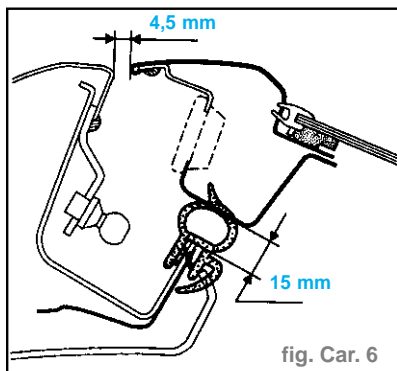

fig. Car. 6
- Vérifier le jeu du hayon par rapport aux ailes ( $4,5 \text{ mm} \pm 1$ ) (si le centrage du hayon n'est pas correct, agir sur les charnières) (fig. Car. 6).